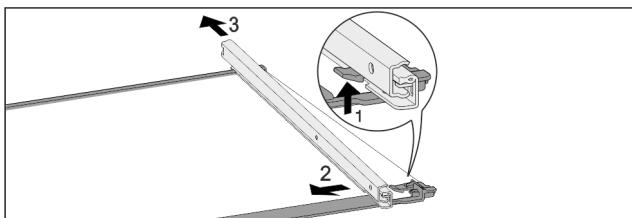

Fig. 120 Skleněná deska s kolejničkami
- Přední aretační háček zatlačte nahoru. Fig. 120 (1)
- Výsuvnou kolejničku vysuňte stranou Fig. 120 (2) a dozadu Fig. 120 (3).